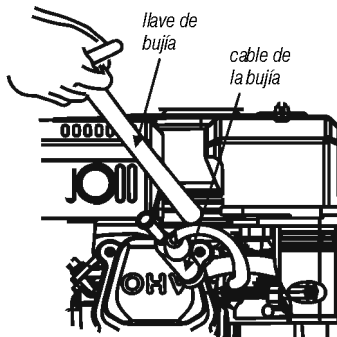

Fig. 15 – Retirando la bujía
- 4 – Con auxilio de una llave de bujía (no acompaña), retire la bujía (fig. 15);